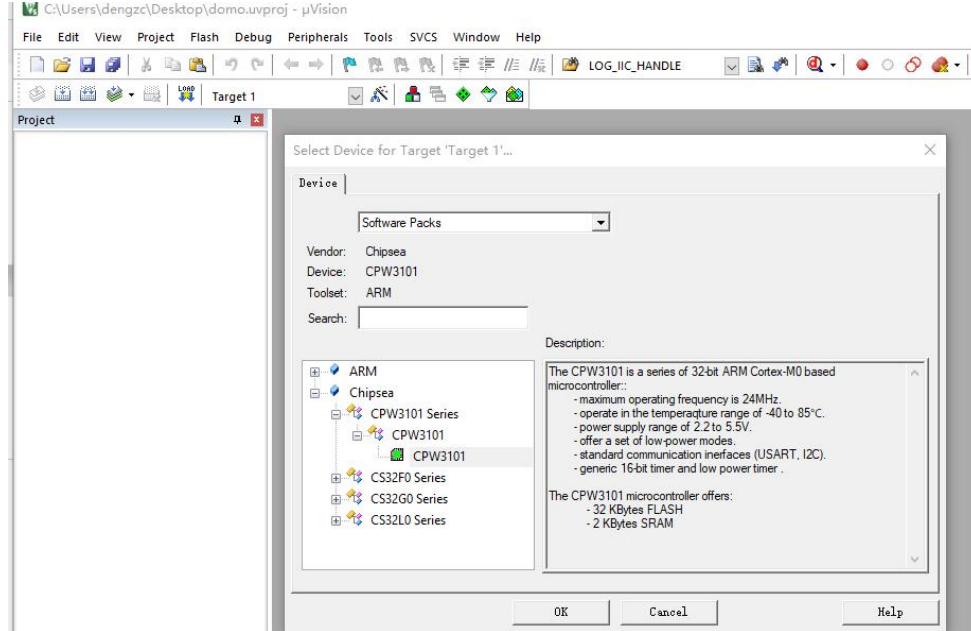

图 12 设备选择
- 2、打开 keil，创建新工程，设备选择“CPW3101”，见图 12